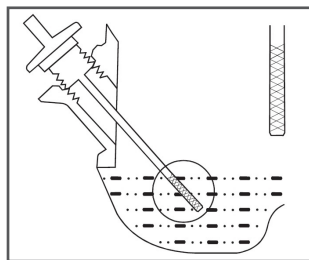

Рис. 25. Уровень масла в коробке передач
4. Проверьте уровень масла в коробке передач. Вставьте крышку-щуп в маслозаливную горловину не закручивая, после чего аккуратно вытащите щуп и осмотрите его. Уровень масла должен соответствовать верхней отметке 1 на щупе (Рис. 25). При необходимости, долейте масло до требуемого уровня.